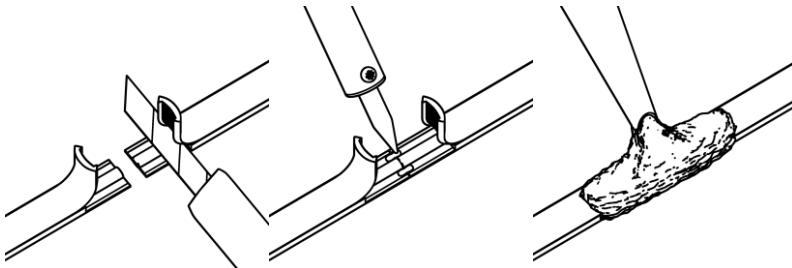

Рисунок 4.1. Соединение участков ленты при помощи пайки.
- Очистите от силиконовой изоляции места контактных площадок (см. рисунок 4.1).
- Спайте участки ленты (см. рисунок 4.1) (запрещается перегреть саму ленту и светодиоды (пайка паяльником при температуре не более 260°C, время пайки не должно превышать 10 секунд).